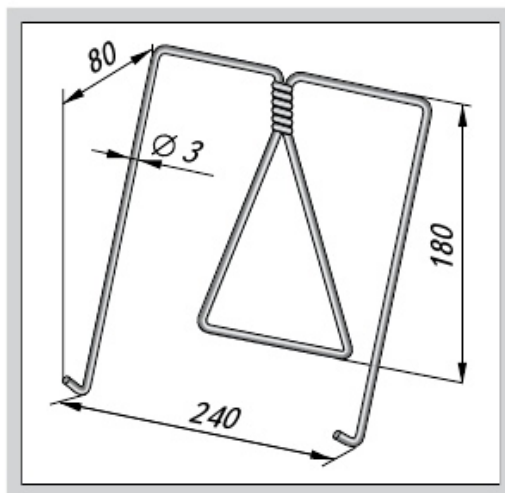
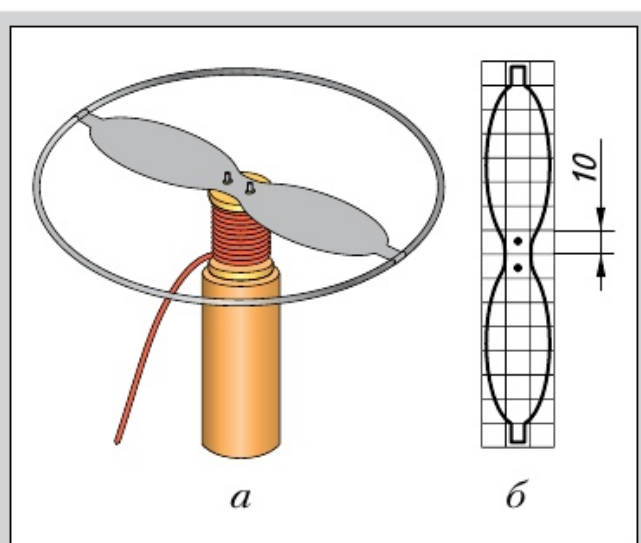

Рис. 47. Подставка для книг (материал — проволока)
Рис. 57. Игрушка «воздушный винт»:
4. Выполните разметку на выбранной заготовке одной из деталей: подвеска, крючок, чертилка (см. рис. 33, а—в), корпус хозяйственного совка (см. рис. 34), подставка для книг (рис. 47).
2. Разрежьте размеченные ранее заготовки для хозяйственного совка (см. рис. 34), воздушного винта (рис. 57), номерка для двери квартиры или детали вашего проектного изделия.
3. Рассчитайте длину и отрежьте кусок проволоки для чертилки (см. рис. 33, в), проволочного кольца $\varnothing 140$ мм для воздушного винта (см. рис. 57, а), подставки для книг (см. рис. 47) и др.